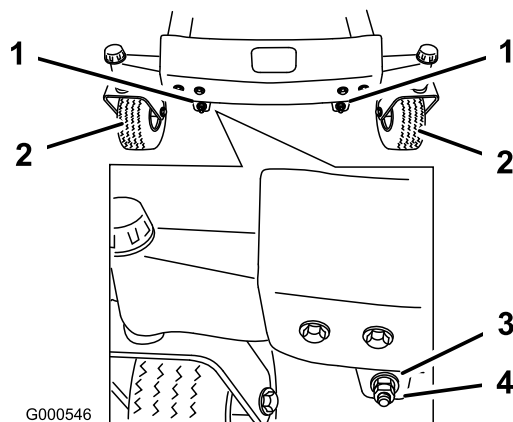
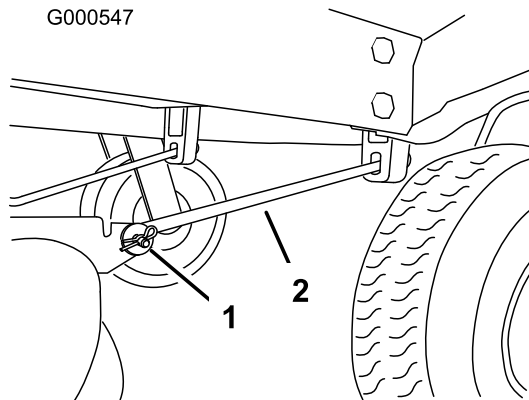

Bild 56
Bild 57
11. Nehmen Sie für das Einstellen der Schnittmesserneigung in Längsrichtung die Sicherungsmuttern ab. Drehen Sie dann die Einstellmuttern vorne am Mähwerk (Bild 56).
13. Prüfen Sie, nachdem beide Einstellmuttern gleichmäßig eingestellt worden sind, erneut die Schnittmesserneigung in Längsrichtung. Fahren Sie mit der Einstellung der Muttern fort, bis die vordere Schnittmesserspitze um 1,6 bis 7,9 mm tiefer liegt als die hintere Spitze (Bild 56).
Hinweis: Stellen Sie nach dem Einstellen der Einstellmuttern sichern, dass die Stützstangen kein Spiel aufweisen (Bild 57). Ziehen Sie die Stangen fest, wenn ein Spiel vorhanden ist (Bild 56).
4. Nehmen Sie an jeder Seite des Mähwerks den Splint und den Lastösenbolzen aus der vorderen Stützstange (Bild 57).
8. Befestigen Sie die vorderen Stützstangen mit den Lastösenbolzen und Splints an der Maschine (Bild 57).